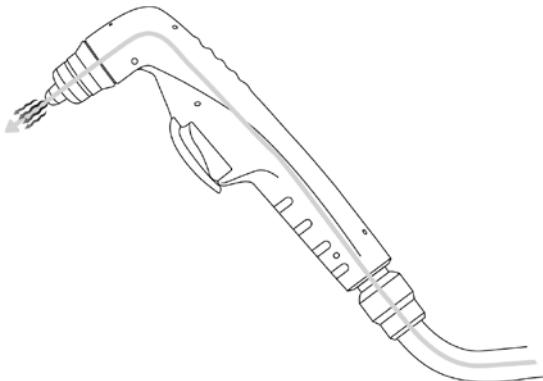

Рис. 8.12. Плазмотрон.
3. Проверьте рабочее давление (См. рис. 8.11). Нажмите на кнопку плазмотрона: пойдет подача сжатого воздуха без образования дежурной дуги (См. рис. 8.12).